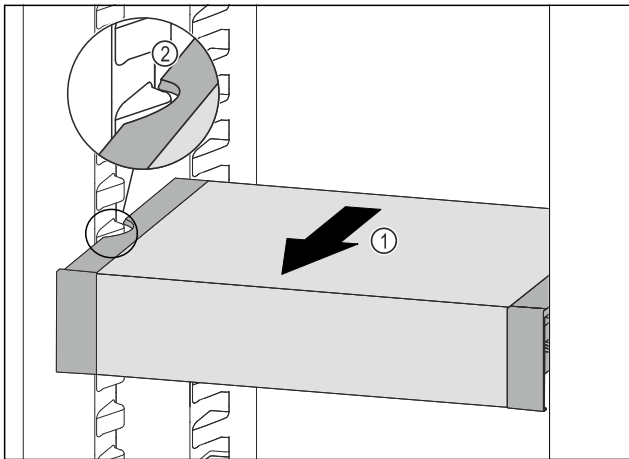

Fig. 176
- Tirer le VarioSafe vers l'avant Fig. 176 (1) jusqu'à ce que les encoches latérales du VarioSafe se trouvent au niveau de la nervure du bac dans la partie réfrigérateur. Fig. 176 (2)